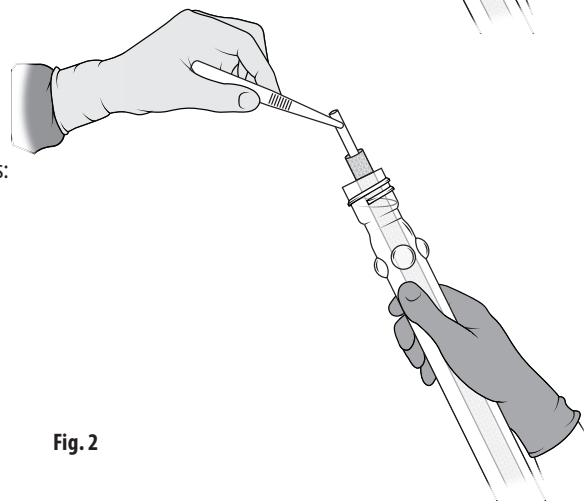

Fig. 2
4. El mandril flotará por encima de la abertura del tubo. Retire asepticamente la prótesis del tubo agarrando el extremo del mandril y levantándolo suavemente para retirarlo del tubo. Fig. 2. No permita que la prótesis toque el borde superior externo del tubo. La "T" en la parte inferior del mandril evitará que la prótesis se deslice fuera del mandril.